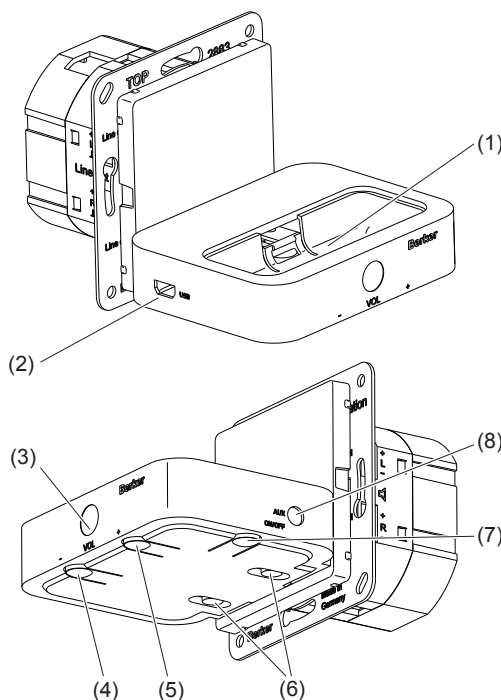

Bild 1: Dockingstation
- Gerät auf die 30-polige Steckerleiste (Bild 1, 1) der Gerätehalterung aufstecken. Die Wiedergabe kann über das Gerät gestartet werden.
- 3,5 mm Klinkenstecker des Gerätes in die Buchse **AUX** (Bild 1, 8) stecken.
- Umschalt-Taster **ON/OFF** (Bild 1, 7) betätigen. Die Anzeige-LED (Bild 1, 3) leuchtet. Die Wiedergabe kann über das Gerät gestartet werden.
- Taster **VOL +** (Bild 1, 5) bzw. **VOL –** (Bild 1, 4) an der Unterseite der Gerätehalterung betätigen.
- USB-Ladekabel des zu ladenden Gerätes in die Mini USB-Ladebuchse (Bild 1, 2) stecken.